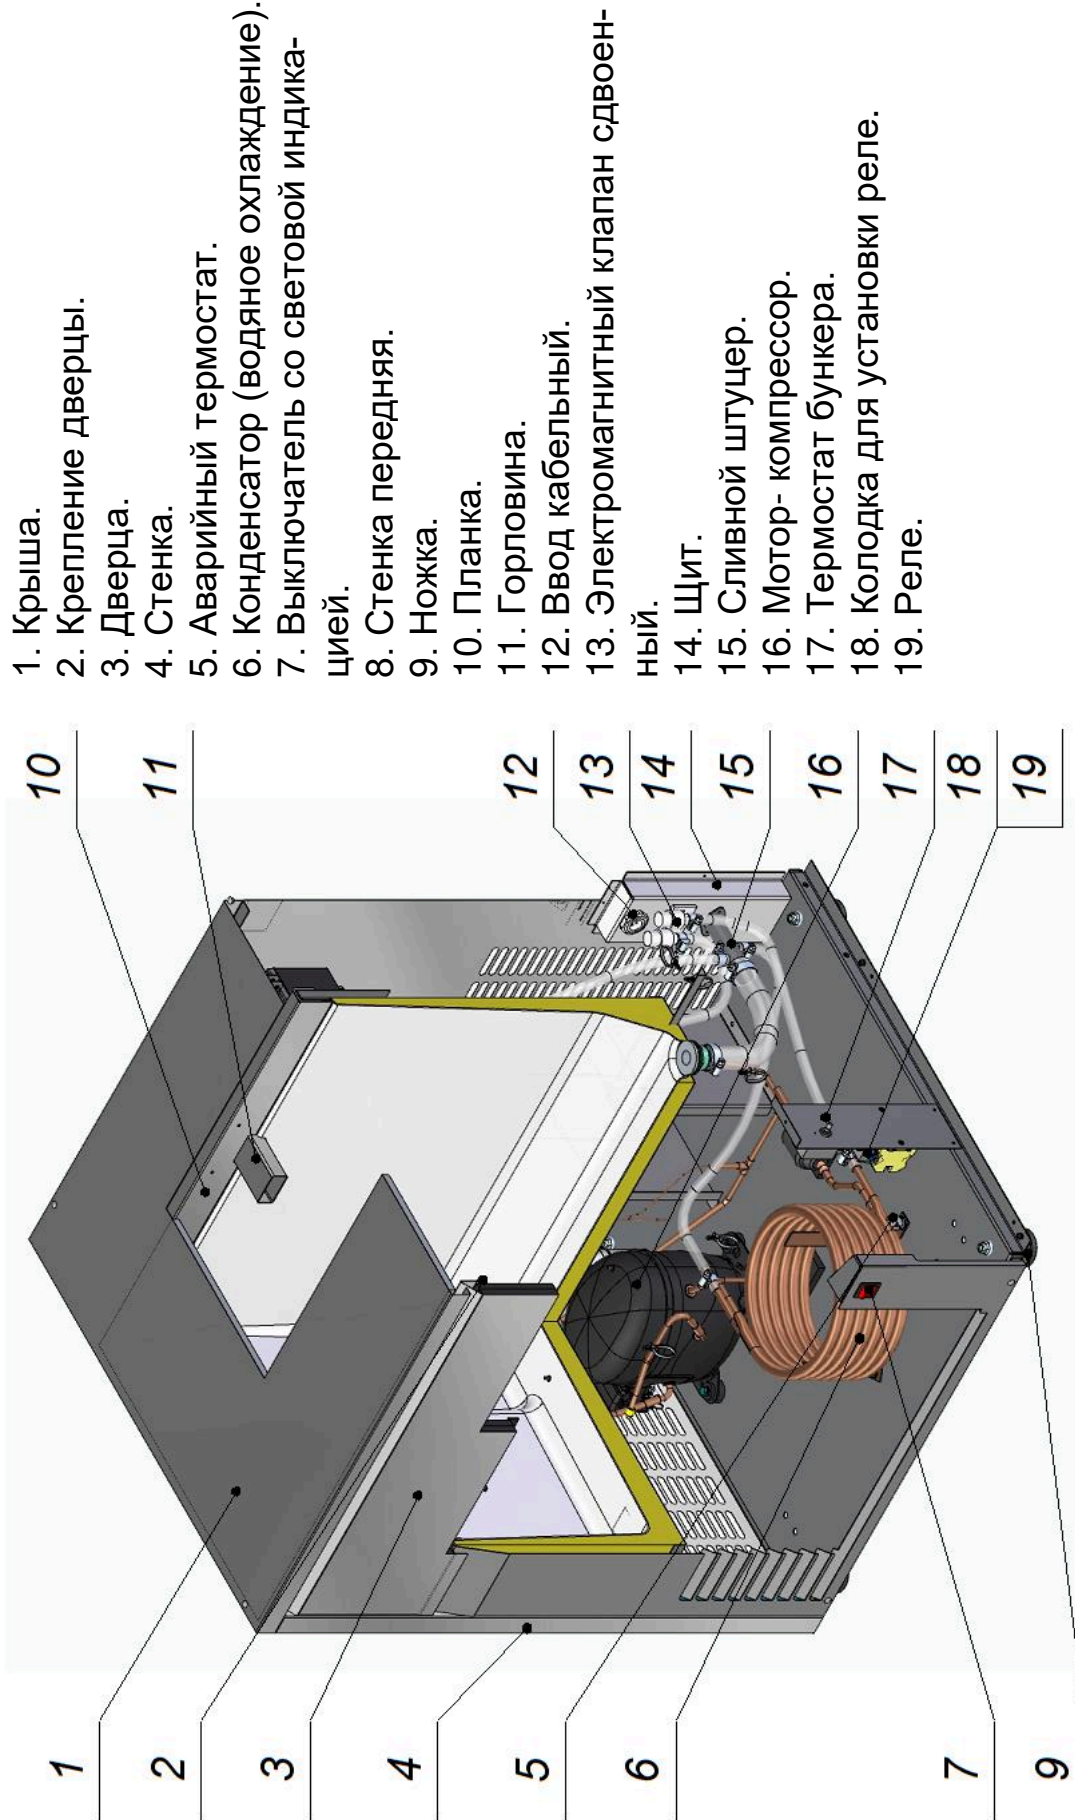

Рис. 1 Устройство льдогенератора ЛГ-150/40Г-01.
**2.1.1** Устройство льдогенераторов гранулированного льда ЛГ-150/40Г-01 и ЛГ-150/40Г-02 приведено на рис. 1, рис. 2, рис.3.